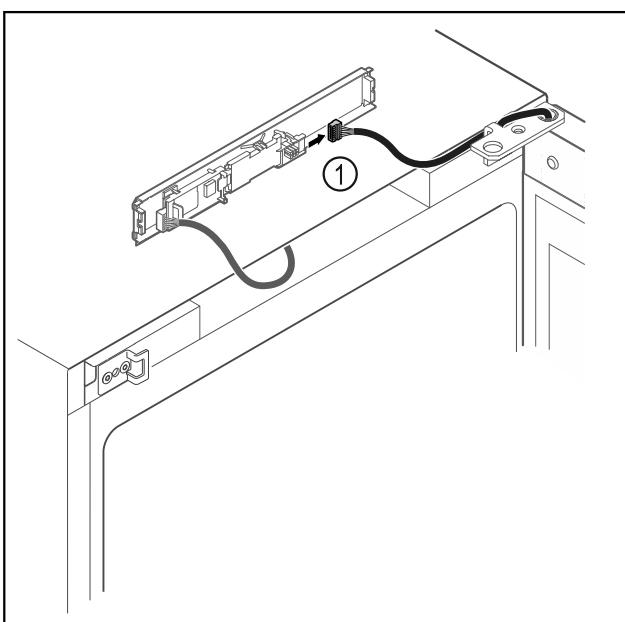

Fig. 14
- Odpojte zástrčku Fig. 14 (1) z dosky plošných spojov.